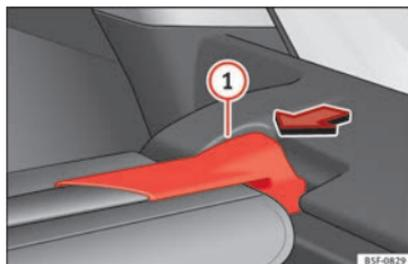

Fig. 162 Nel bagagliaio: smontare il pianale portaoggetti.
- Premere il supporto del pianale portaoggetti » **fig. 162** ① nel senso della freccia.
- Fissare il supporto del pianale portaoggetti » **fig. 162** ① nell'alloggiamento destro.
- Verificare che il supporto » **fig. 162** ① sia incastrato correttamente.